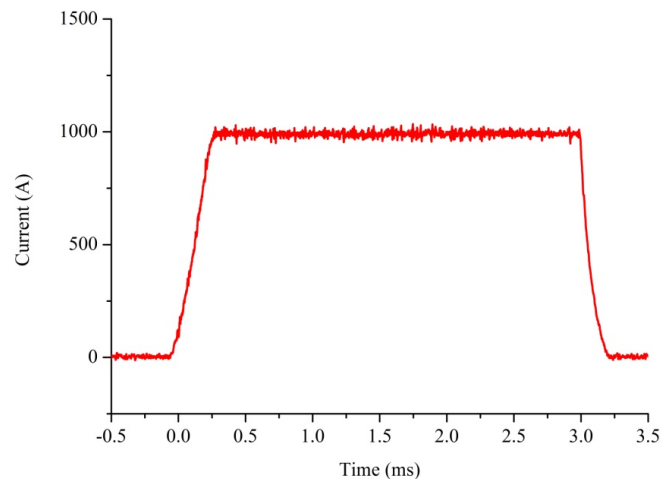

图 3 焊接电流波形
- (1) 直流输出。焊接电流如图 3 所示，电流上升速度极快，相比逆变式点焊电源电流上升速度提高 4~5 倍，热量集中，焊接热效率高，特别适合有色金属材料和一些焊接性差的材料的焊接。超短时间精密稳定焊接，使得电极寿命获得延长。
- (2) 电容器充电电压、充电速度可调节，相比电容储能焊机具有更快更灵活的充电优势，可实现快速焊接。
- (3) 电流/电压/功率/电阻等多种控制模式可选，具备焊头状态监控功能。
- (4) 三段电流脉冲输出，带电流缓升缓降功能，焊接负载适应性强。
- (5) 具有电流失常、监控值超限、焊头异常、过热等故障诊断与报警功能。
- (6) 采用 LCD 显示，可实时显示焊接过程电流、电压、功率和焊头动态电阻曲线和实际焊接参数值。
- (7) 较强的外部通讯功能：焊接结束、故障、计数信号、RS-485 数据通讯口，便于自动焊使用。
- (8) 响应速度快，采用 100 kHz 变流技术，控制周期和控制精度都明显提高。
- (9) 体积小，轻便。采用 MOSFET 管组斩波输出，省去了焊接变压器。